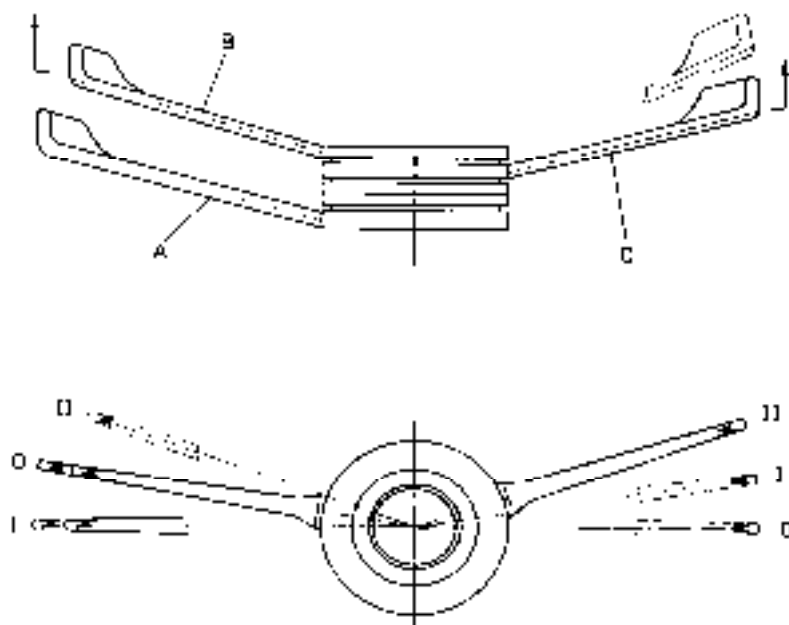
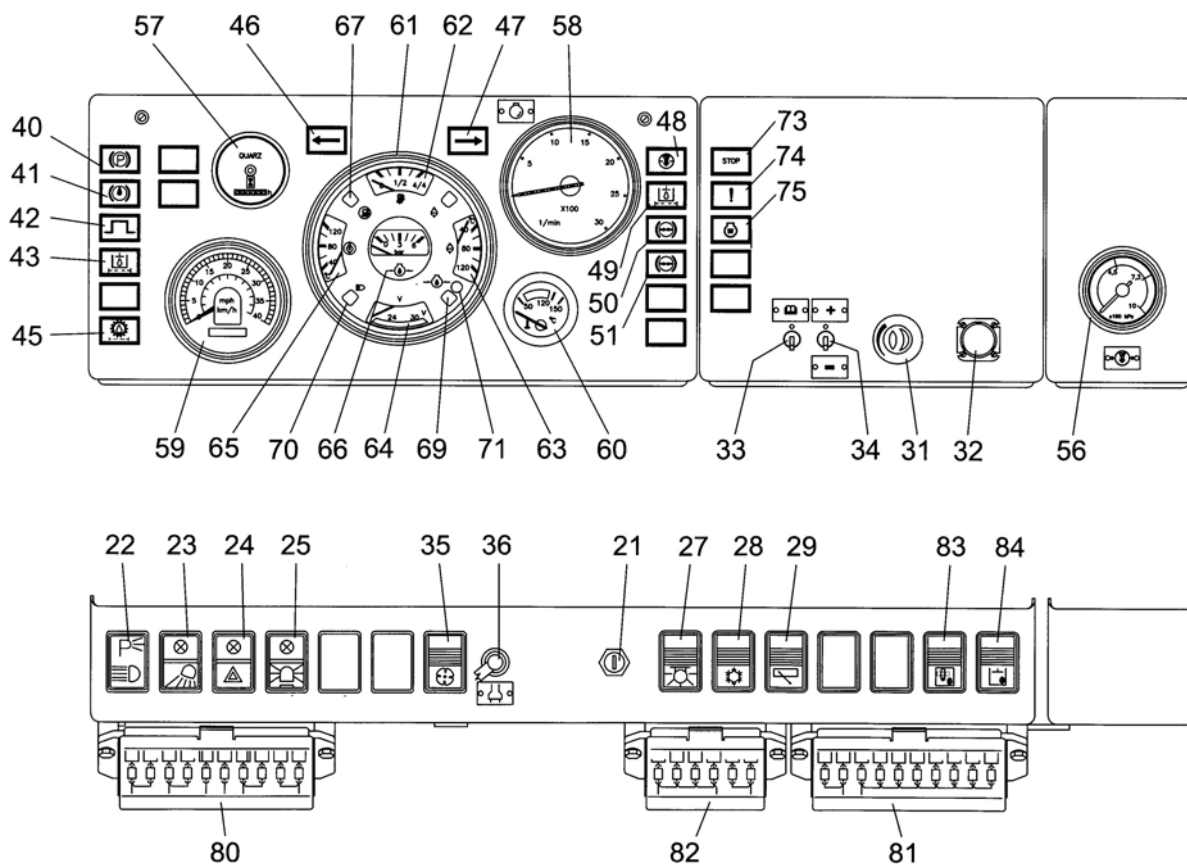

Рис. 4.3. Переключатель стеклоочистителей и наружного освещения
Рис. 4.4. Пульт
- Двухпозиционный рычаг переключения света фар (А, Рис. 4.3.), который служит для переключения дорожных фар на ближний или дальний свет во время движения машины по дорогам общего пользования, при переключателе (22, Рис. 4.4.) находящемся в положении 2.
При включенном положении стояночного тормоза загорается сигнальная лампочка (Смотри поз. 40 на Рис. 4.4., раздел 4).
Пояснения к Рис. 4.4.